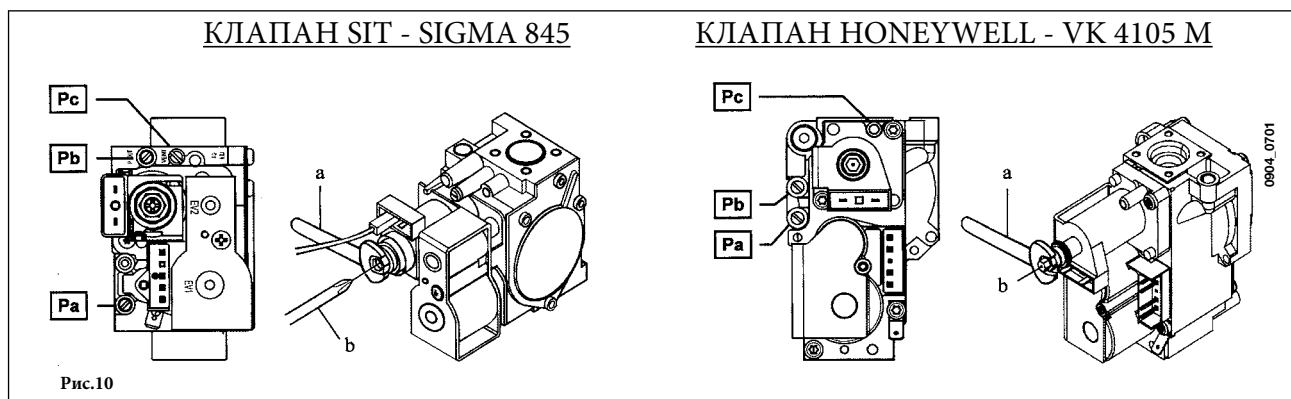

Рис.10
Підключіть позитивний вхід диференціального манометра з межею вимірювання не менше 60 мбар і похибкою вимірювання не більше 0,1 мбар, до точки вимірювання тиску (Pb) газового клапана (Рис.10). Підключіть, тільки для моделей із закритою камерою, негативний вхід цього ж манометра до спеціального трійника, що дозволяє з'єднати між собою компенсаційну точку котла, компенсаційну точку газового клапана (Pc) і сам манометр. (Аналогічне вимірювання можна виконати, приєднавши манометр до точки вимірювання тиску (Pb) і без передньої панелі закритої камери);
- повертайте латунний гвинт (a) до досягнення тиску, відповідного максимальній потужності, керуючись таблицею 1; переконайтеся, що динамічний тиск газу (Pa), виміряний в контрольній точці (Pa) газового клапана (Рис.10), відповідає необхідній величині (37 мбар для пропану або 20 мбар для природного газу).